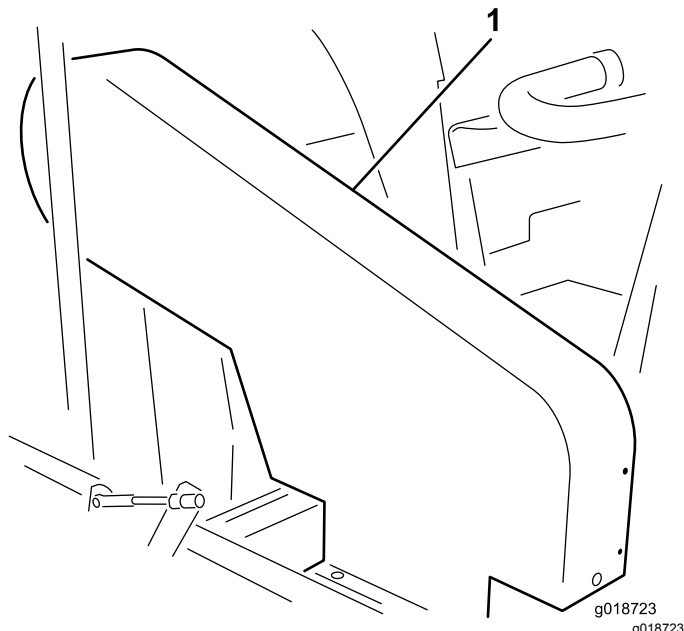

Figura 19
Nota: No es necesario retirar el protector de la correa superior (Figura 19) para comprobar la tensión de la correa. Si retira el protector de la correa, retire los 4 pernos, las arandelas y las tuercas que sujetan el protector al chasis. No utilice la máquina sin los protectores instalados.
Compruebe la tensión presionando la correa en el punto intermedio entre las poleas del embrague y el impulsor con una fuerza de entre 18 y 22 N. La correa debe desviarse 1,3 cm. Si la desviación no es correcta, consulte Ajuste de la correa de transmisión del impulsor \(página 27\). Si la desviación es correcta, continúe con el funcionamiento normal (Figura 19).
Compruebe la tensión presionando la correa en el punto intermedio entre las poleas del embrague y el eje secundario con una fuerza de entre 18 y 22 N. La correa debe desviarse 6 mm. Si la desviación no es correcta, consulte Ajuste de la correa del eje secundario \(página 27\). Si la desviación es correcta, continúe con el funcionamiento normal (Figura 19).
1. Retire los 4 pernos, las arandelas y las tuercas que sujetan la cubierta superior al chasis (Figura 19).